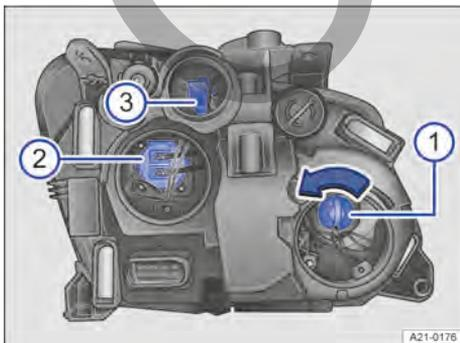

Fig. 148 En el faro izquierdo: portalámparas.
2. Gire el portalámparas en el sentido de la flecha, hasta el tope, y extráigalo junto con la lámpara hacia atrás → fig. 148 ①.
2. Extraiga el portalámparas junto con la lámpara hacia atrás → fig. 148 ②.
- Extraiga el portalámparas junto con la lámpara hacia atrás → fig. 148 ③.